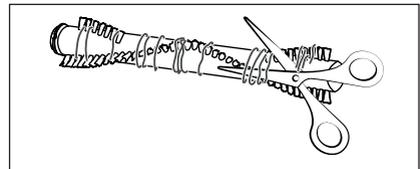

Fig. 26
- 4) Coupez les fils et les cheveux le long des poils du rouleau brosse **21** à l'aide de ciseaux (voir fig. 26). Retirez les fils et les cheveux du rouleau de la brosse **21**.